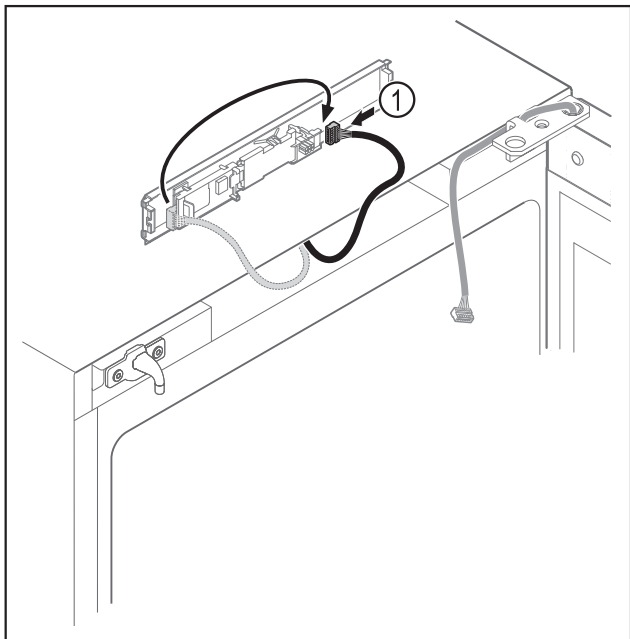

Fig. 16
- Lidhni spinën Fig. 16 (1) në qark në anën tjetër.